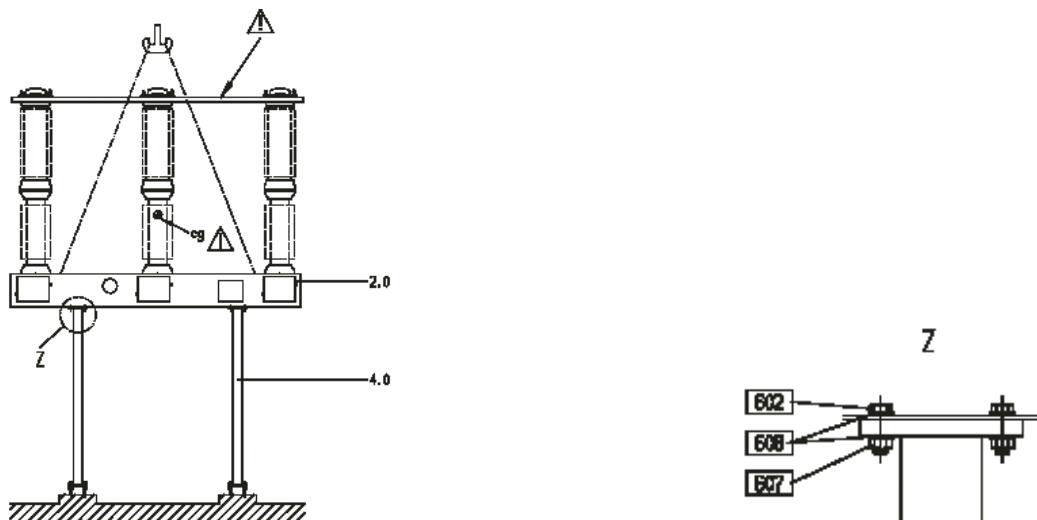

Figura A 4.4.b: Instalação do Conjunto *Chassi-Pólos* nas Estruturas Suporte
- Fixar o conjunto chassi-pólos nas estruturas suporte (Fig A 4.4.b)
- Usar os parafusos incluídos no fornecimento (602);